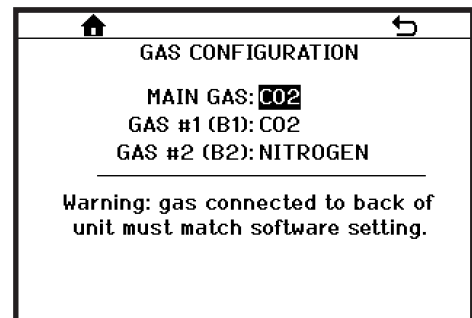
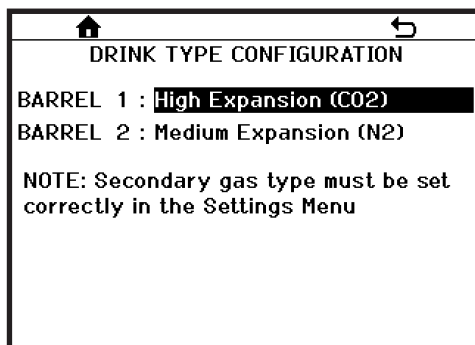

Figure 7.18
Figure 7.19
- **CONFIGURATION DU TYPE DE BOISSON:** Utilisé pour configurer le type de boisson (expansion moyenne ou élevée) en fonction du gaz sélectionné (Figure 7.19). Les paramètres ne seront disponibles que sur les distributrices dotées d'une fonctionnalité multi-gaz et multi-saveurs.
- Pour les distributrices de gaz universels, chacune des connexions de gaz devra être configurée avec le gaz approprié: GAZ PRINCIPAL, GAZ #1 et GAZ #2 (**Figure 7.18**). GAZ PRINCIPAL est le gaz qui entraîne la pompe à eau, le système de charge active et la plaque frontale pneumatique et peut utiliser du COMP AIR (air comprimé), CO2 ou NITROGEN. GAS #1 et GAS #2 (pour 772 multi-saveur) est le gaz qui est injecté dans le produit dans le(s) cylindre(s) et peut utiliser du CO2 ou de l'AZOTE. Il est important que le bon gaz soit sélectionné afin de bien mettre en place la CONFIGURATION DU TYPE DE BOISSON (**Figure 7.19**).
CONFIGURATION DE TYPE DE BOISSON (Figure 7.19) - Une fois que le type de gaz a été défini dans la CONFIGURATION DU GAZ, le type de boisson devra être configuré pour des configurations universelles. Étant donné que le type de boisson disponible pour n'importe quel cylindre dépend du gaz sélectionné pour le cylindre, il est très important de s'assurer que le bon gaz est sélectionné. Les types de boissons disponibles varient également en fonction de la configuration de la distributrice, comme indiqué dans le tableau Types de Boissons à Configuration Universelle.